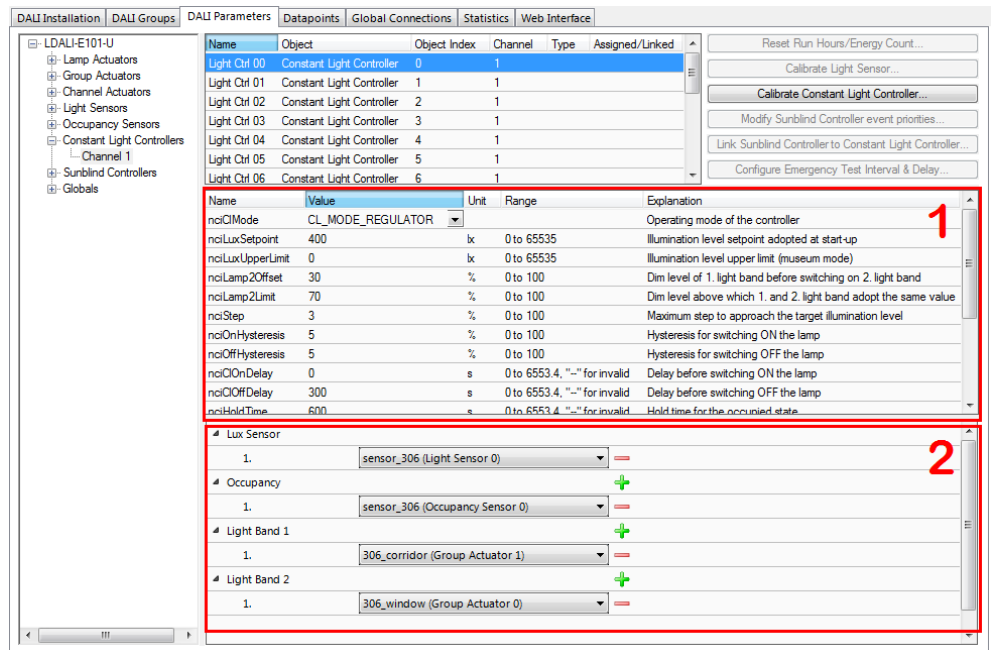
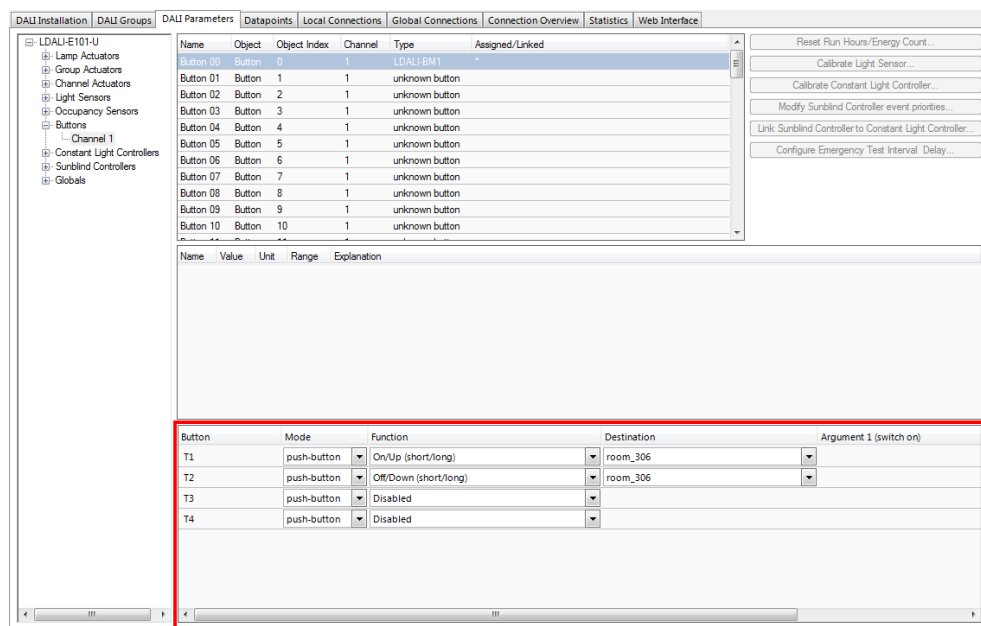

Abbildung 77: Parametrieren eines Konstantlichtreglers.
Abbildung 78: Parametrieren eines DALI-Tasters.
2. Wählen Sie den Light Sensor mit Index 0 auf Channel 1 aus (siehe Abbildung 77). Die Parameter des selektierten Konstantlichtreglers werden im mittleren Bereich des Fensters angezeigt (1).
- Im unteren Bereich des Fenster (2) kann festgelegt werden welche Sensoren (Anwesenheit und Helligkeit) als Eingangswerte des Reglers verwendet werden und welche Gruppen vom Konstantlichtregler als Ausgang angesteuert werden sollen.
- Blieben Sie am Tab DALI Parameters und wählen Sie, wie in Abbildung 78 zu sehen, das Tasterobjekt aus, dem Sie den DALI-Taster zugewiesen haben.